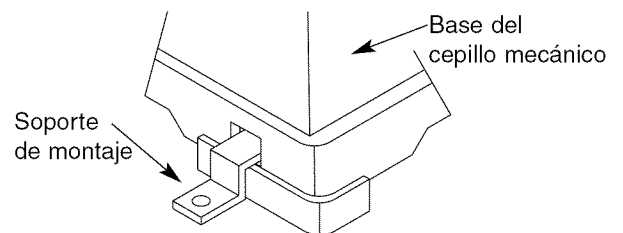

Figura 3 – Utilice Soportes de Montaje para Asegurar el Cepillo Mecánico
- El cepillo mecánico/cepilladora se puede instalar en un banco de trabajo mediante pernos, arandelas de seguridad y tuercas hexagonales (no incluidos) o mediante tornillos para madera (no incluidos). Vea la Figura 3.